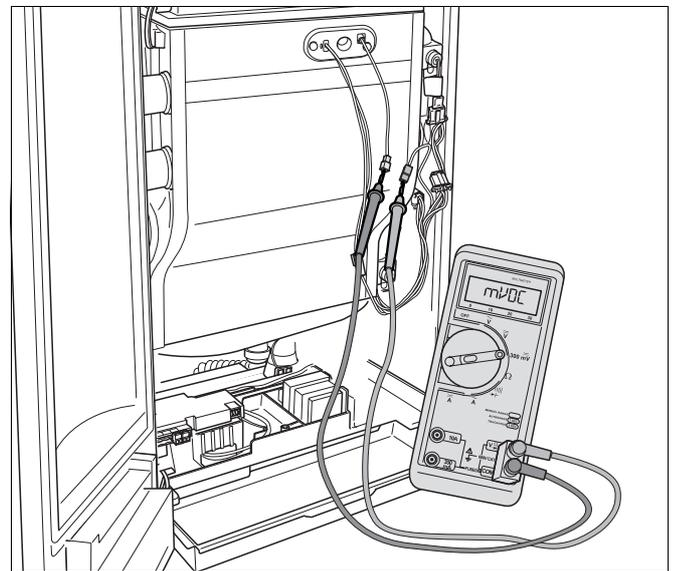

Fig. 91 Misurazione della corrente di ionizzazione
- Collegare in serie il dispositivo di misurazione (fig. 91). Nell'apparecchio di misurazione, selezionare la scala di misura di corrente continua in  $\mu\text{A}$ . È necessario che l'apparecchio di misurazione disponga di una risoluzione di almeno  $1 \mu\text{A}$ .